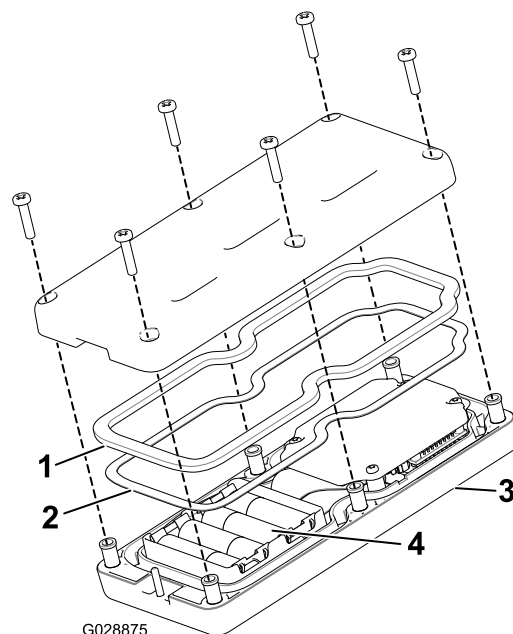

Рисунок 12
2. Вставьте каждый элемент питания в гнездо с клеммами, соблюдая полярность. (Если батарейки будут установлены неправильно, устройство не будет повреждено, но и не будет работать.) В каждом гнезде имеется тиснение с обозначениями полярности клемм (Рисунок 12).
3. Убедитесь, что стальная прокладка и резиновое уплотнение находятся в канавке пульта дистанционного управления, и установите заднюю крышку на место (Рисунок 12).
4. Закрепите крышку 6 винтами (Рисунок 12) и затяните их с моментом 1,5–1,7 Н·м.